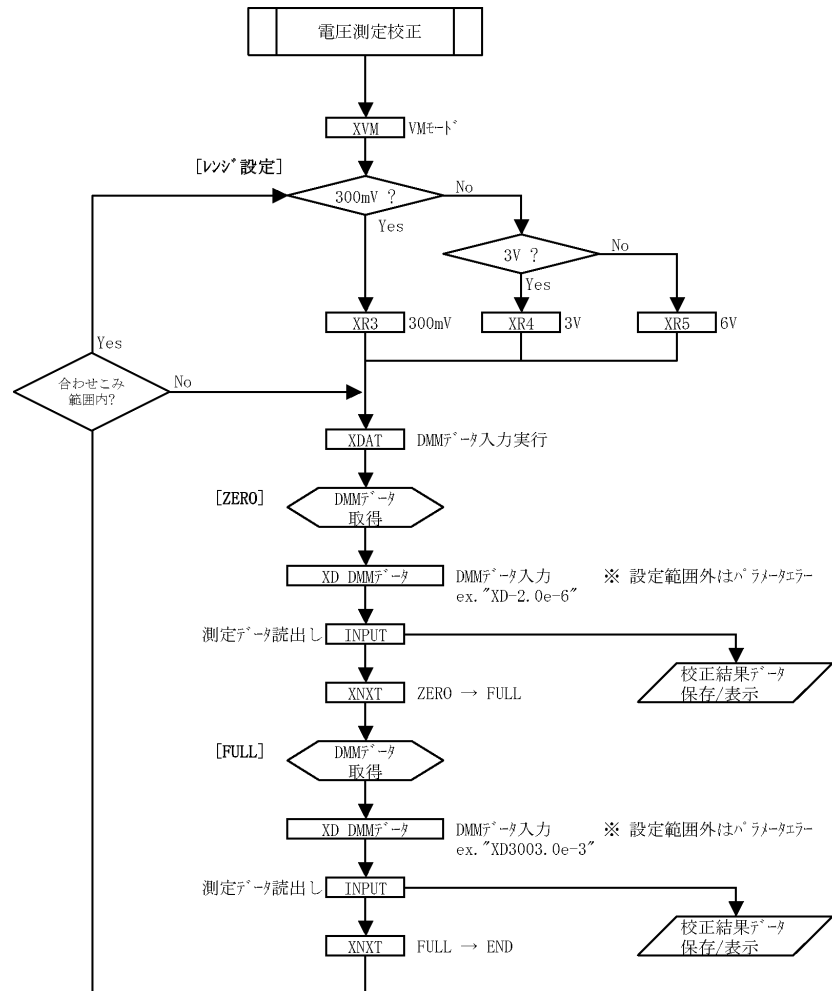

図 8-10 6242 校正手順 (3)
5. 図 8-9 6242 校正手順 (2)、図 8-10 6242 校正手順 (3) により校正を行います。